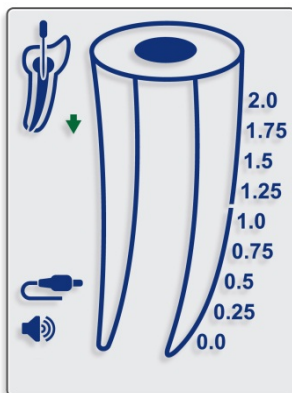
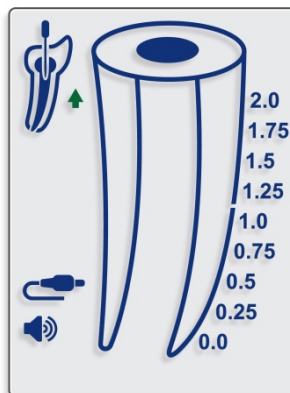

Fig. 5
Fig. 6
- 7.4.10. Filens bevægelse inde i tand rodbehandling afspejles af pilene DOWN (Fig. 5) og UP (Fig. 6) på skærmen.